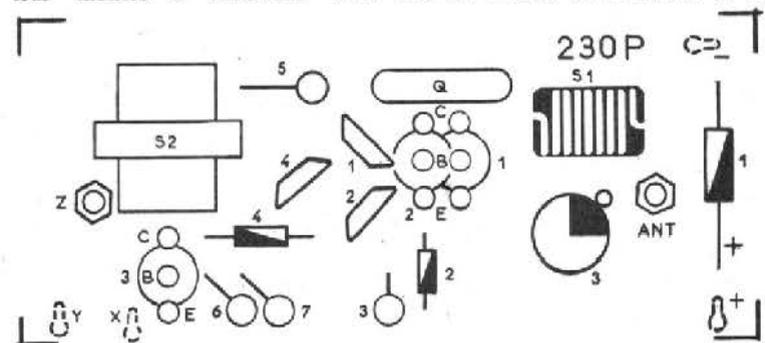

FIG. 3. — Disposition des éléments sur la partie supérieure du circuit imprimé 230 de l'émetteur
Le premier travail consiste à câbler les éléments de la partie supérieure du circuit imprimé, représentés sur le circuit comme indiqué par la figure 3. S_1 est la self de l'oscillateur HF qui est fournie, ainsi que le transformateur BF marqué S_2 . Les valeurs des éléments sont les suivantes :
Fig. 3 : Câblage des clignotants e; des diodes D avec point repérant les sorties cathodes. Les points J et H sont reliés au moteur de direction. F est le trou de passage de l'antenne.
- Fig. 3. Cablage des clignotants et des des diodes (D). Les points J et H sont reliés au moteur de direction. (F) Trou pour passage de l'antenne.